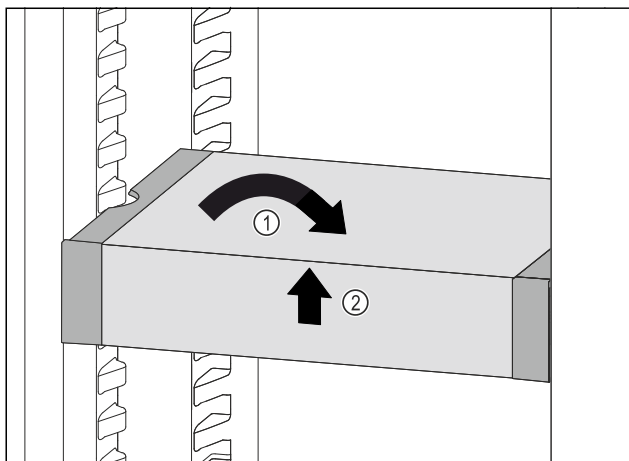

Fig. 197
- Remettre le VarioSafe droit. Fig. 197 (1)
- Soulever la partie avant du VarioSafe. Fig. 197 (2)